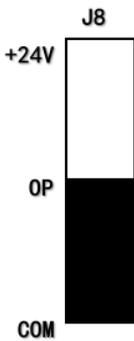

图5 J8跳线跳帽插接在COM端示意图
- 1、J8跳线跳帽插接：把J8跳线跳帽插接在COM端，即OP端子选择与COM端接通（跳帽的具体插法如下图5所示，黑色部分代表跳帽）。